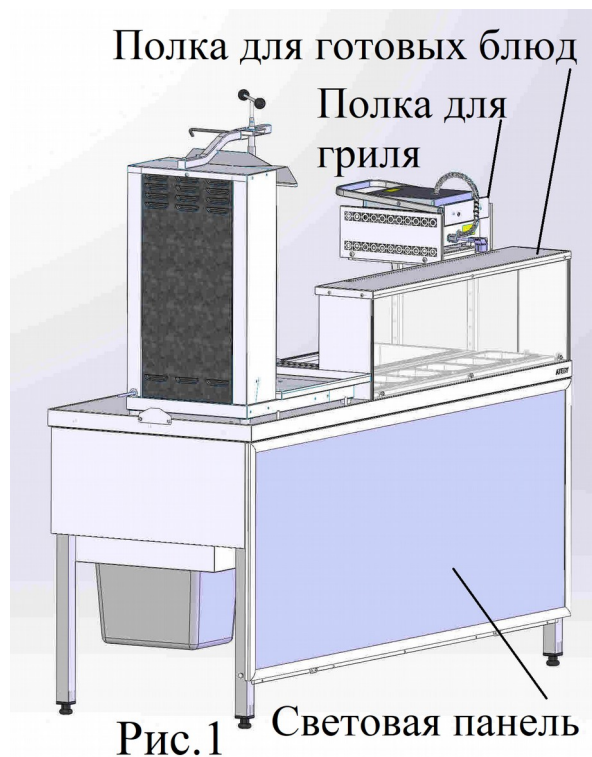

Рис.1 Световая панель
1.6 В базовом исполнении станции передняя панель, обращенная к покупателю, изготовлена из нержавеющей стали. Вместо нее можно установить световую панель (см. рис.1), которая заказывается отдельно.